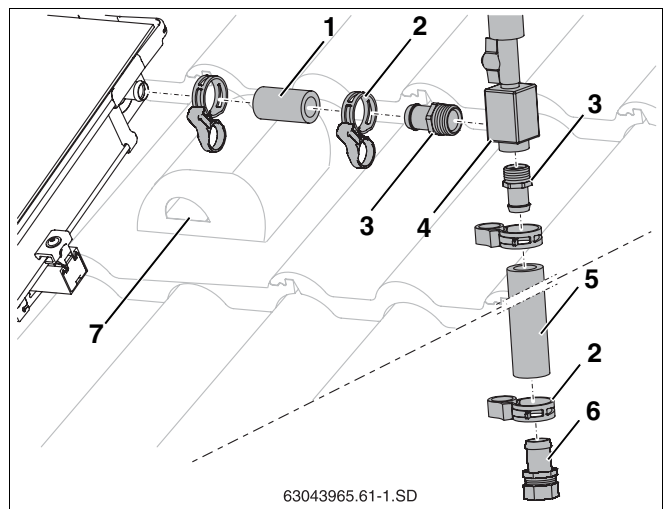

Fig. 60 Ligar o dispositivo de purga sobre o telhado
- ▶ Aplicar a mangueira solar (55 mm, fig. 60, **item 1**) na ligação de avanço do campo de colectores e fixar à braçadeira de mola.
- ▶ Apertar os terminais de mangueira R $\frac{3}{4}$ com os O-Ring (fig. 60, **item 3**) na câmara de ar (fig. 60, **item 4**).
- ▶ Inserir os terminais de mangueira (fig. 60, **item 3**) até ao batente na mangueira solar (fig. 60, **item 1** e **5**) e fixar com braçadeiras de mola (fig. 60, **item 2**).
- ▶ Colocar na mangueira solar o terminal de mangueira com a união roscada de anel de aperto (fig. 60, **item 6**) até ao batente e fixar com braçadeira de mola.
- ▶ Passar a mangueira solar, juntamente com o cabo do sensor, pela câmara de purga (fig. 60, **item 7**) e pelo isolamento do telhado.
- ▶ Ligar o tubo colector ao terminal de mangueira com a união roscada de anel de aperto (18 mm) (fig. 60, **item 6**).